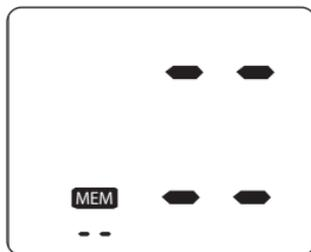

Fig. 3
2. Pulse y mantenga pulsado el botón **MEM** hasta que titilen cuatro líneas horizontales, Fig. 3; lo cual indica que se han borrado todas las mediciones.